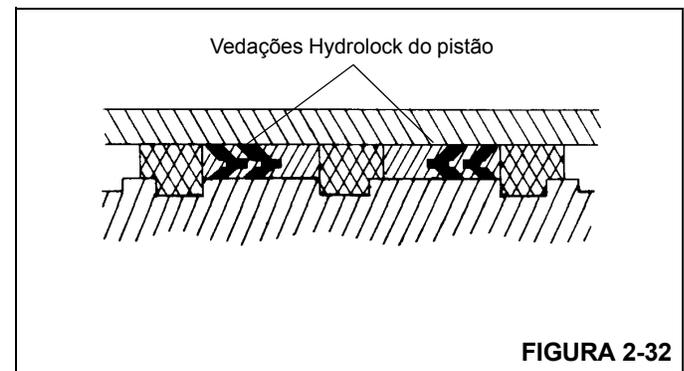

FIGURA 2-32
9. Instale as vedações Hydrolock no pistão (Figura 2-32).